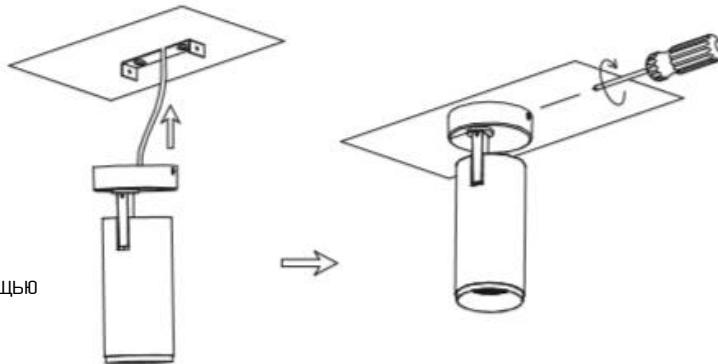

Рисунок 2 - Схема установки светильника
- 5.3 Вбейте пластиковый анкер в потолок. Закрепите монтажный кронштейн с помощью винта на потолке (рисунок 2).
- 5.5 Закрепите светильник в монтажный кронштейн с помощью винта (рисунок 2).